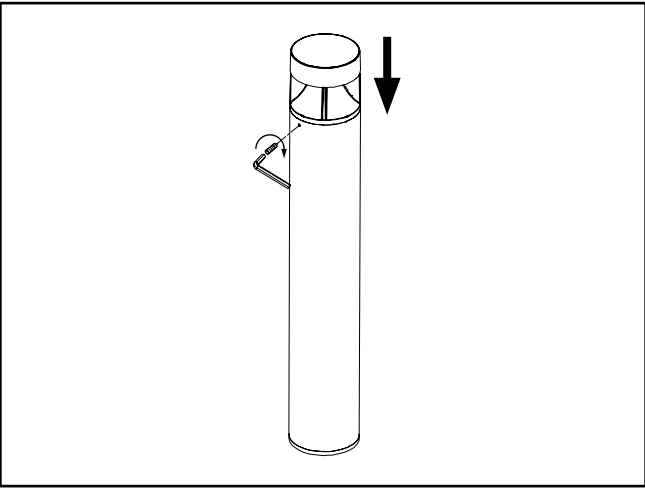

Figure 5.
- 5. Remettez la tête supérieure en place et serrez les 3 vis. Fig. 5. Serrez les 3 vis à 30 po-lb.